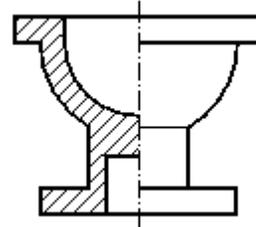

FIGURA 3
2) **Semicorte o corte al cuarto** (figura 3). Se utilizan en piezas que tienen un eje de simetría, representándose media pieza en sección y la otra mitad en vista exterior. En este tipo de corte no se representarán aristas ocultas, con objeto de que la representación sea más clara. En ocasiones coincide una arista con el eje de simetría, en dicho caso prevalecerá la arista. En este tipo de corte, siempre que sea posible, se acotarán los elementos exteriores de la pieza a un lado, y los interiores al otro.